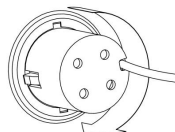

Рисунок 15
2. Придерживайте лампу за корпус и поверните 2 фиксирующих выступа на лампе по часовой стрелке или против часовой стрелки, чтобы они совпали с зазорами на панели освещения. После того, как фиксирующие выступы совпадут с зазорами, удерживайте лампу за корпус и выньте ее (*Рисунок 15*).